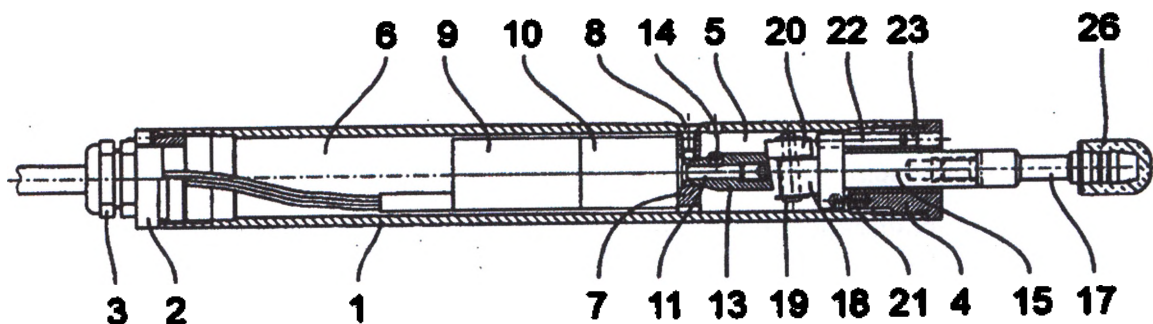

Рис. 1. Разрез механизма преобразователя аппарата «Массажер АТЛАСПРОФ».
2.1.1 Конструктивно механизм преобразования вращения в линейное колебательное перемещение наконечника аппарата для точечного массажа «Массажер АТЛАСПРОФ» (рис.1) состоит из цилиндрического полого корпуса (1), закрывающий электрический мини-двигатель (9), который приводит в действие редуктор (10), также находящийся в полом корпусе (1), корпус (4) держателя наконечника, закрепленный с дальнего конца корпуса (1), этот держатель состоит из плунжера (15), скользящего по корпусу (4), а вышеуказанная насадка имеет преобразующий механизм, соединяющий выходной вал (11) редуктора (10) с плунжером (15), преобразовывая вращательное движение выходного вала (11) редуктора (10) в линейное движение «туда-обратно плунжера» (15), наконечник (17) закрепляется с дальнего края плунжера (15) с возможностью замены, на конце наконечника есть головка (26), предназначенная для соприкосновения с человеком, чтобы обработать преобразующий механизм, включающий кулак (13), установленный на выходном валу (11) редуктора (10), этот кулак (13) – плоская активная часть, расположенная в плане, образующем не прямой угол с осью выходного вала (11) редуктора (10); характеризуется тем, что плунжер (15) является коаксиальным выходному валу, и поднимается, скользя в корпусе (4) держателя наконечника, вторичные способы (22) запрещают любое вращение вышеуказанного плунжера (15) в корпусе (4) держателя наконечника; и тем, что преобразующий механизм включает в себя ролик (20), вращающийся с ближайшего края плунжера (15), согласно оси, образующей не прямой продольный угол плунжера (15).